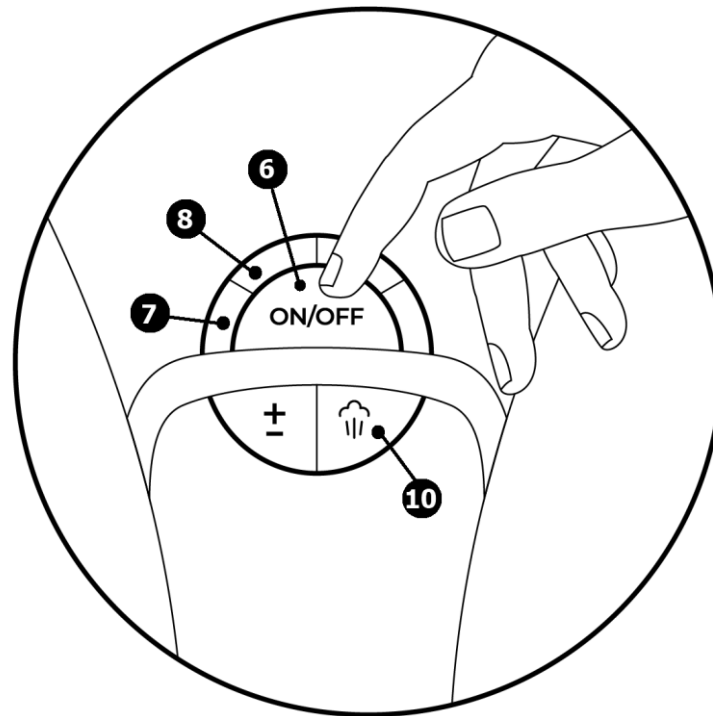

Рисунок 14 – Нажатие кнопки «ON/OFF» («Включение/Выключение»)
5. После завершения отпаривания всех изделий нажмите и удерживайте в течение 3 секунд кнопку «ON/OFF» («Включение/Выключение») (6) (см. рис.14) для выключения устройства. Когда погаснет синий индикатор режима ожидания (7) (см. рис. 14), отключите устройство от сети.
Устройство может непрерывно генерировать пар, пока не использует всю воду в резервуаре. Это составляет примерно 9–16 минут, в зависимости от режима работы. Если вода в резервуаре закончилась, отключите устройство, удерживая в течение 3 секунд кнопку «ON/OFF» («Включение/Выключение») (6) (см. рис. 14). Дождитесь остывания отпаривающей головки, извлеките резервуар и долейте в него воды, действуя в соответствии с пунктом 2.2 «Подготовка отпаривателя к работе».